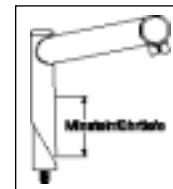

Abb.1
4. Bei Gabelschaftrohren mit Gewinde schieben Sie den Vorbau mindestens bis auf die Mindest-Tiefe entsprechend den Vorschriften der CPSC- und JIS-Normen ein. Die Einschubtiefe des Vorbauvorbaus muß mindestens das 2,5-fache des Durchmessers des Vorbaus betragen, gemessen vom unteren Ende des Vorbaus, nicht des Keils (siehe Abb.1).